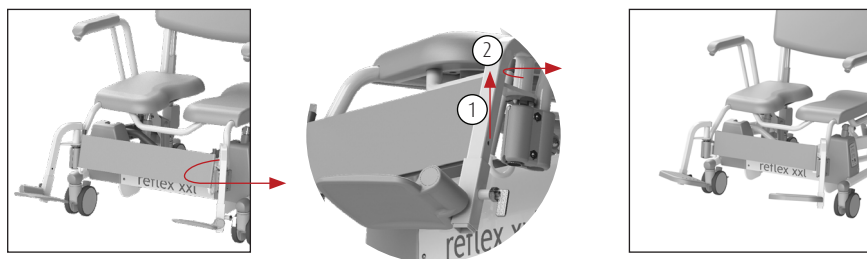

Figura 10. Opción: Ajuste de anchura Reflex XXL.
- Los reposapiés del Reflex XXL pueden ajustarse 30 grados hacia afuera. Para ello, levante el reposapiés (1) y gírelo hasta la posición deseada (2). Atención: asegúrese de que el pasador de bloqueo encaje bien en la fijación (Ver figura 10).